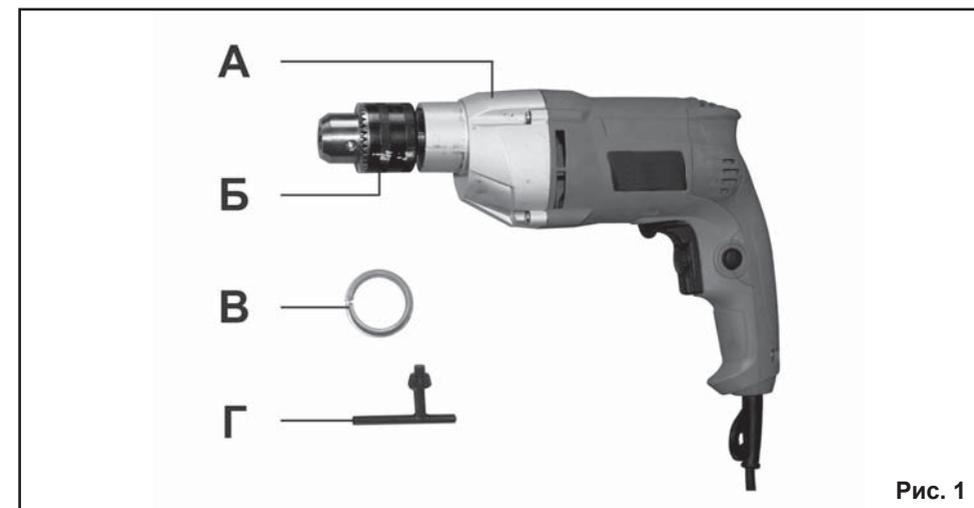

Рис. 1
3.1. Комплектность дрели представлена на Рис. 1.